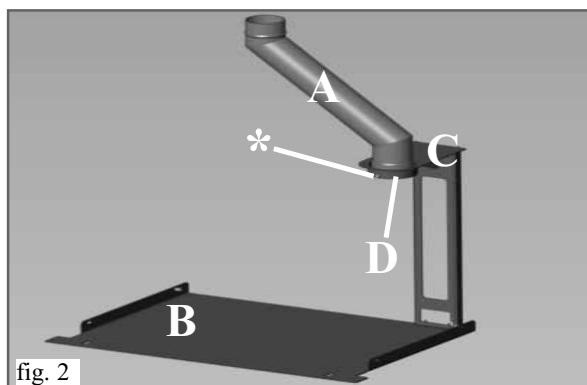

fig. 2
- Tuber l'ancien conduit de cheminée en maçonnerie avec un conduit en acier et appliquer à sa base le tronçon du conduit de fumées (A) afin de se relier à la sortie fumées du INPELLET 54 (qui sera désaxée).
- Installer et fixer la plaque d'appui (B) avec des chevilles dans la position définitive qu'aura l'insert.
- Positionner et fixer (avec les boulons fournis) l'étrier (C) de centrage du tronçon du conduit de fumées (A).
- Enfiler le tronçon du conduit de fumées sur le collier (D) de l'étrier (C) en le posant sur la vis (*) fig 2).